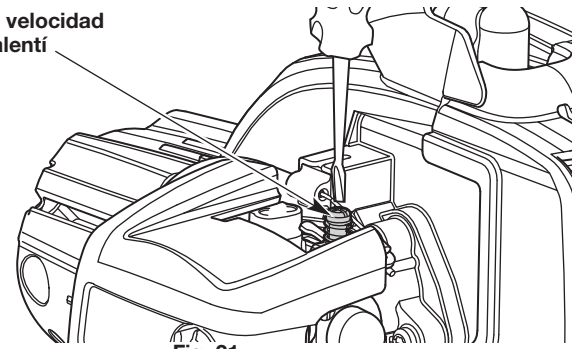

Fig. 21
- Si el motor se para, aumente la velocidad de ralentí. Use un destornillador Phillips pequeño para girar el tornillo de velocidad de ralentí en el sentido de las agujas del reloj, 1/8 de giro cada vez hasta que el motor funciona al ralentí de manera uniforme (Fig. 21).
- Si el cabezal de corte gira cuando el motor funciona al ralentí, reduzca la velocidad de ralentí. Gire el tornillo de velocidad de ralentí en el sentido contrario de las agujas del reloj, 1/8 de giro cada vez, hasta que se detenga el cabezal de corte (Fig. 21).